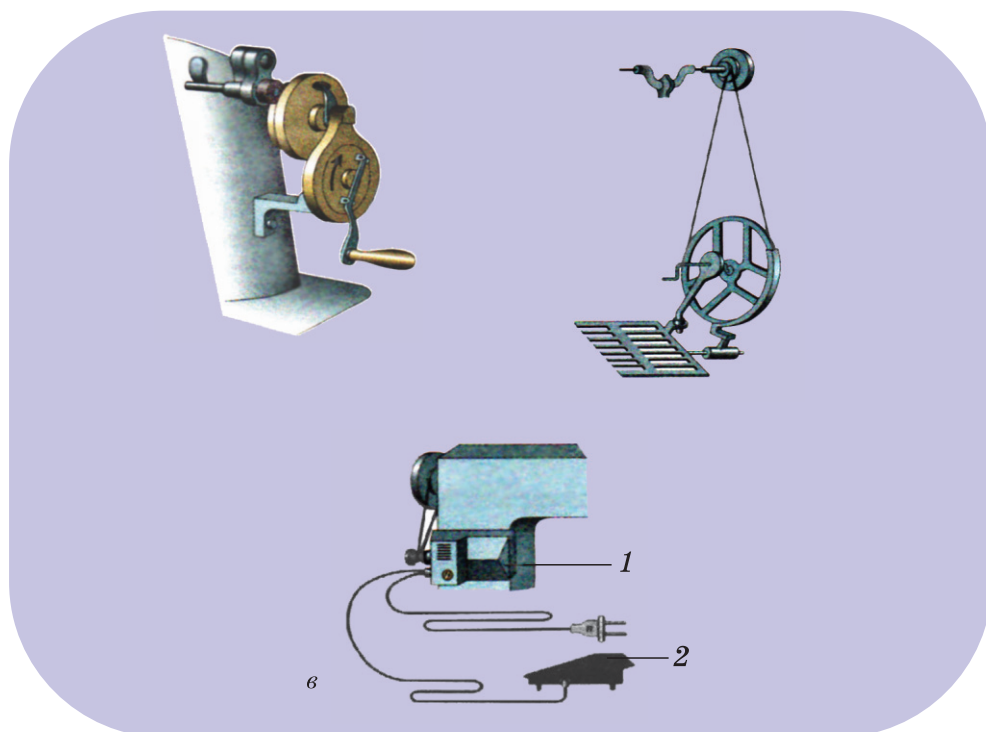

Рис. 2. Приводы швейной машины: а) – ручной; б) – ножной; в) – электрический: 1 – электродвигатель; 2 – педаль
Электропривод состоит из двух основных частей: электродвигателя (1) и педали (2) (рис. 2, в). Электродвигатель крепится к швейной машине. Педаль устанавливается на полу в удобном месте. Пуск электропривода производится надавливанием ног на крышку педали. Скорость прокладывания машинной строчки зависит от силы нажатия на педаль: чем сильнее давление на педаль, тем больше скорость. При отпускании педали она возвращается в исходное положение, и скорость вращения уменьшается до полной остановки машины.